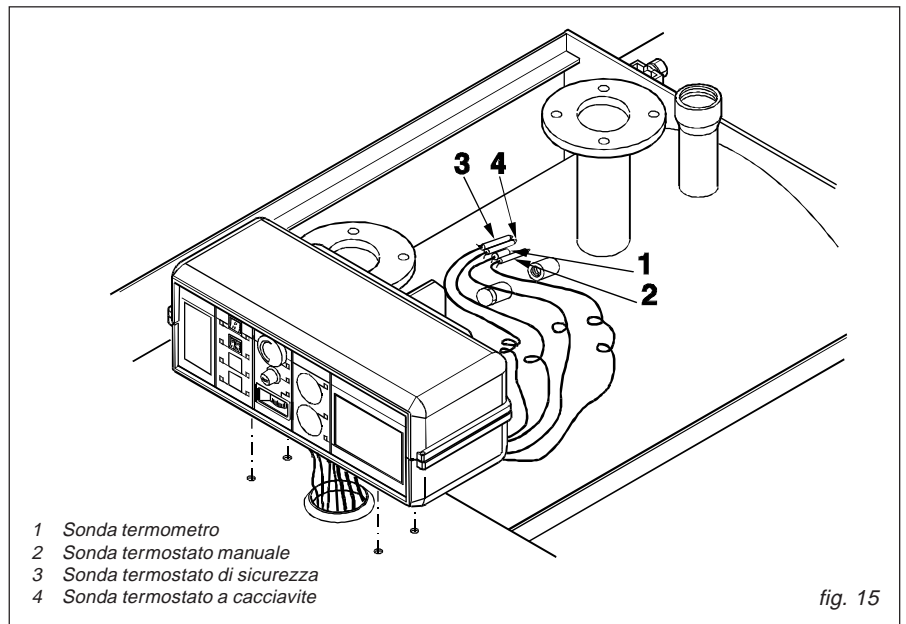

fig. 15
- come indicato in fig. 15 ed eseguire il collegamento elettrico del pannello strumenti alla linea di alimentazione, al bruciatore ed alle eventuali pompe, etc.